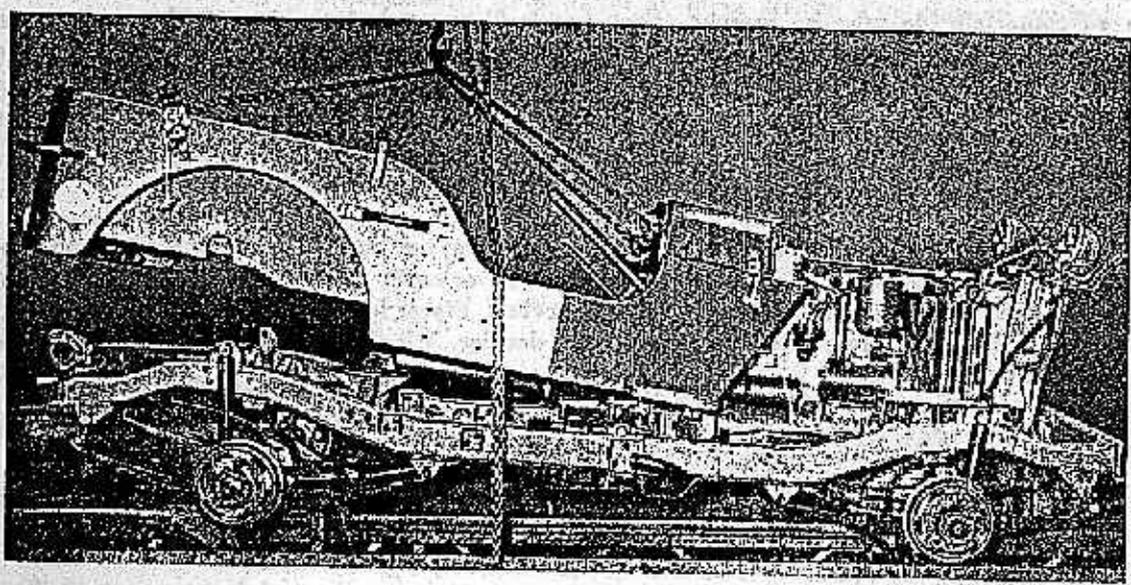

FIGURE 92. -- Enlèvement de la cuisse du châssis
H. — *Enlever la carrosserie du châssis (fig. 92).*
Placer un système de chaînes et crochets selon la figure 92 et lever doucement la carrosserie hors du châssis. Tout en levant la carrosserie la déplacer vers l'arrière du véhicule jusqu'à ce que la colonne de direction soit dégagée de la caisse. Enlever la carrosserie du véhicule.
A. — *Placer la carrosserie sur le châssis (fig. 92).*